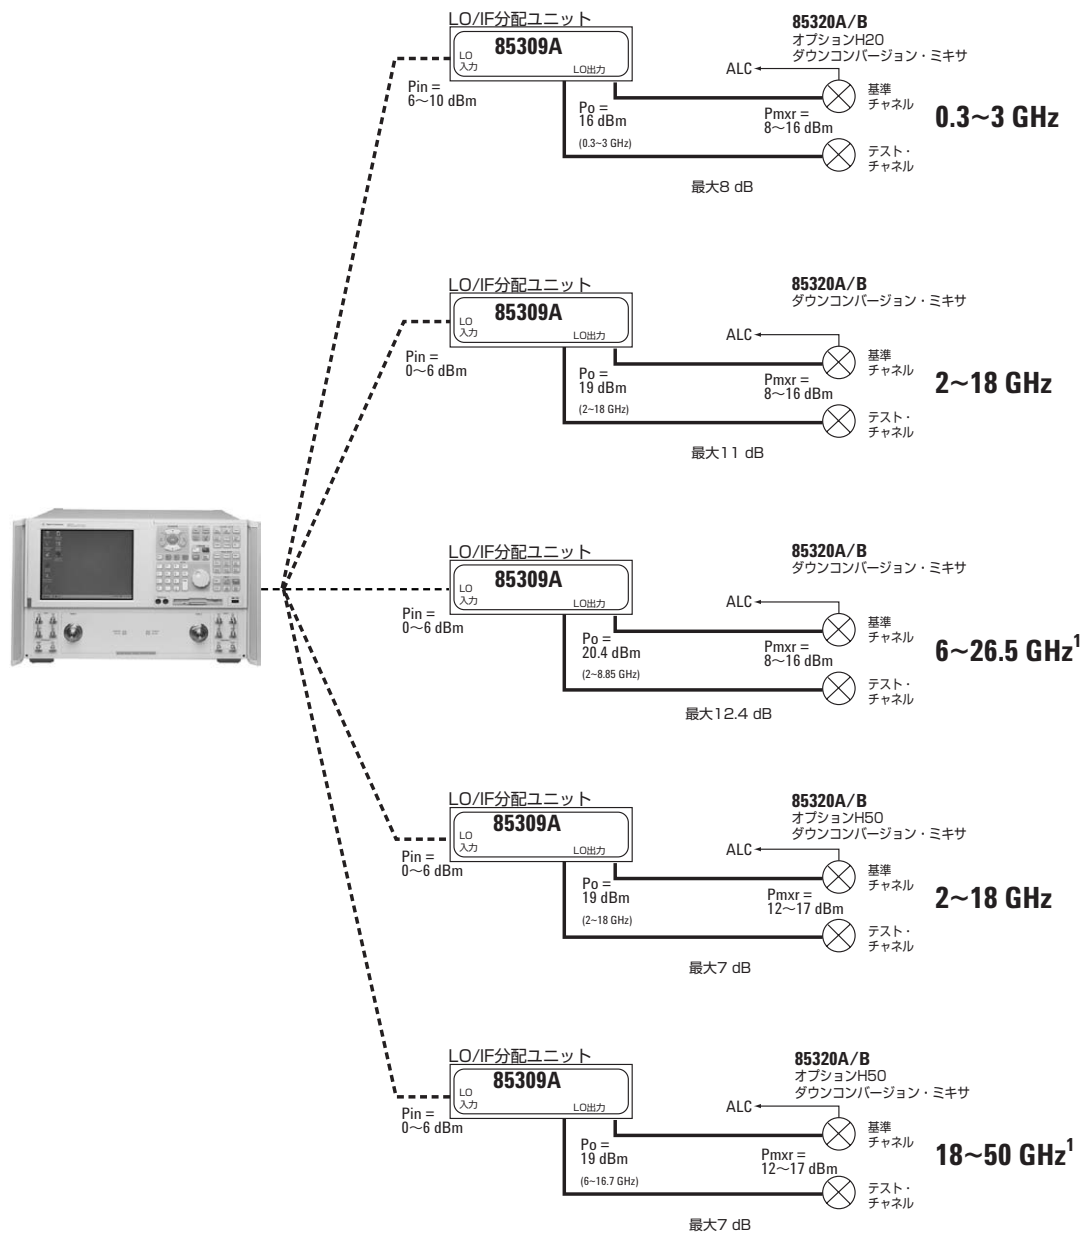

図26 85309Aの外部ミキサ構成
2. ミキサ固有のパワー・レベルについては図26を参照してください。